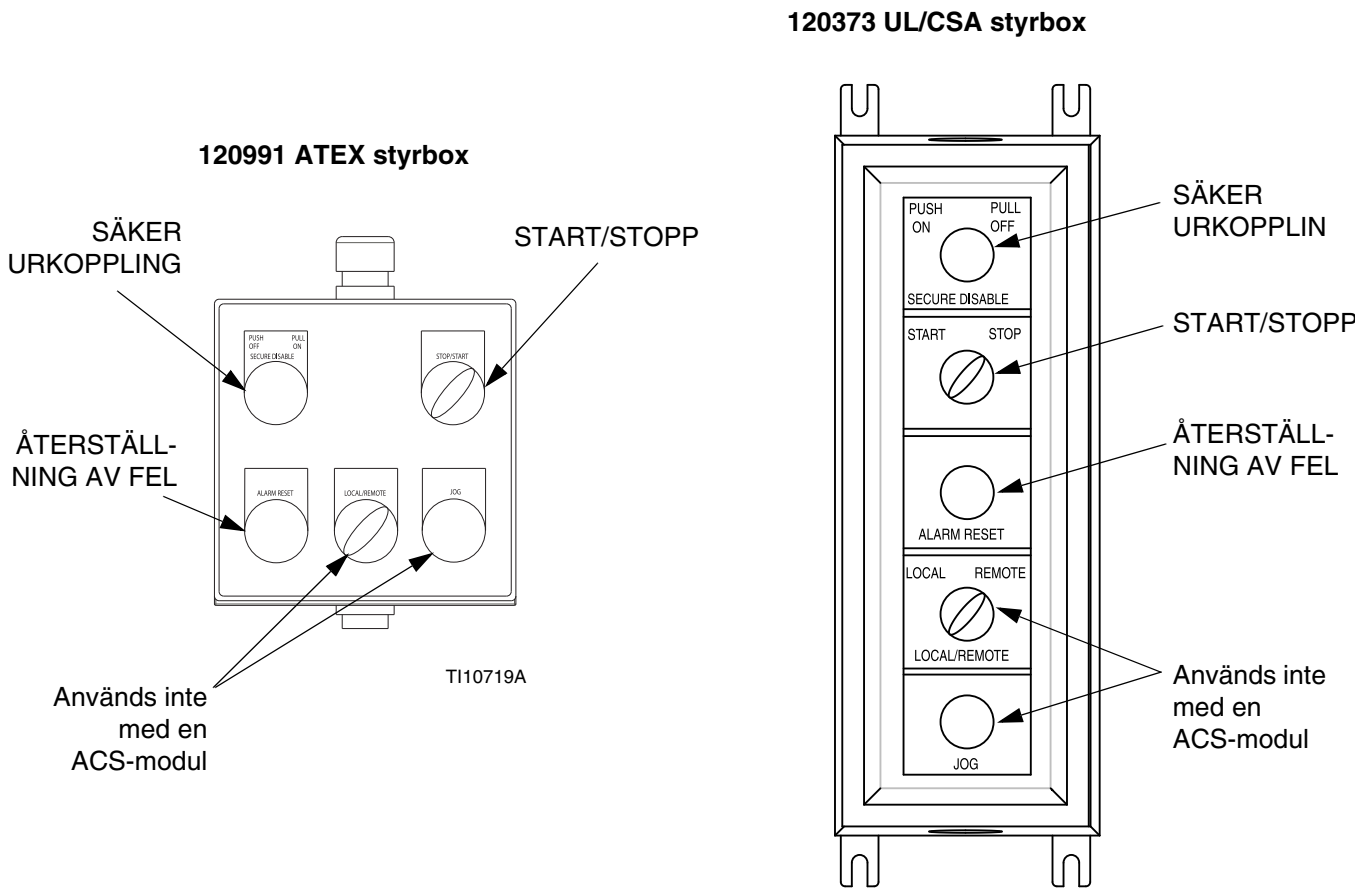

FIG. 14. Lokal styrbox
Se FIG. 1 på sidan 9, och FIG. 14. Installera den lokala styrboxen (C) i det brandfarliga området så nära pumpen som möjligt.